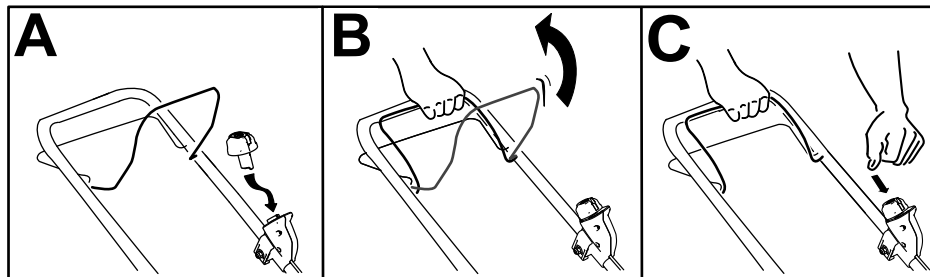

Figure 10
2. Insérez le bouton de démarrage électrique dans l'interrupteur de démarrage électrique (A de la Figure 10).
3. Serrez la barre de commande de la lame contre le guidon (B de la Figure 10).
4. Appuyez sur le bouton de démarrage électrique jusqu'à ce que le moteur démarre (C de la Figure 10).